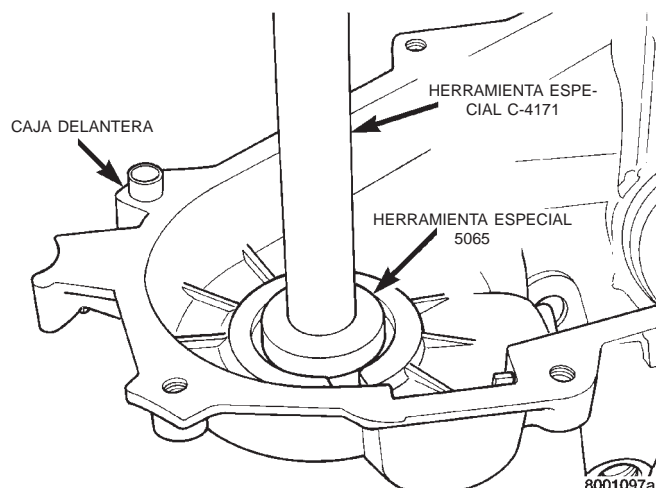

Fig. 42 Desmontaje de cojinete del eje transmisor delantero
(3) Retire el cojinete con el mango C-4171 y la herramienta 5065 (Fig. 42).